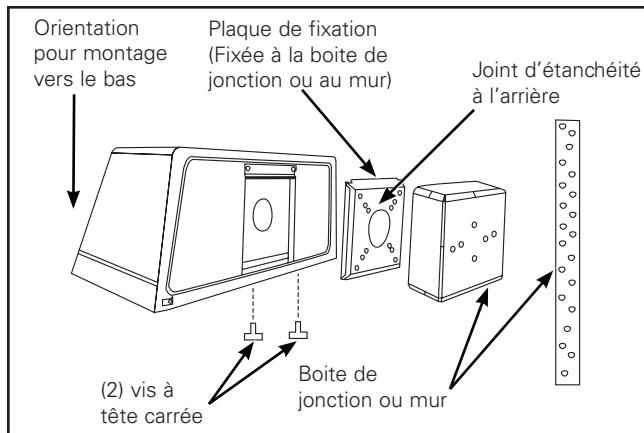

Figure 1.
- Montez le joint d'étanchéité fixé à la plaque de fixation à la boîte de jonction ou au mur en éloignant le joint d'étanchéité du luminaire puis fixez le tout à la structure. (Figure 1.)